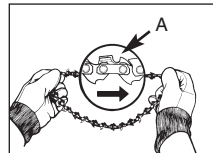

Abb. 4A
1. Breiten Sie die Kette in einer Schlaufe aus, wobei die Schnittkanten (A) IM UHRZEIGERSINN um die Schlaufe herum ausgerichtet sind (Abb. 4A).